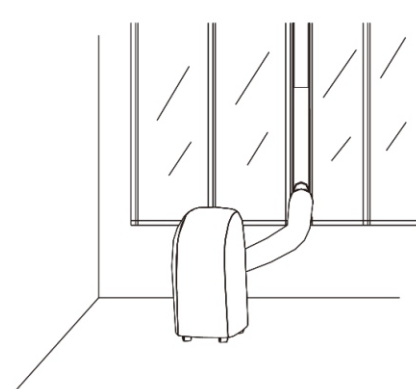

Fig. 11
12. L'assemblaggio dell'intera unità è terminato come illustrato nel disegno della Fig. 11.